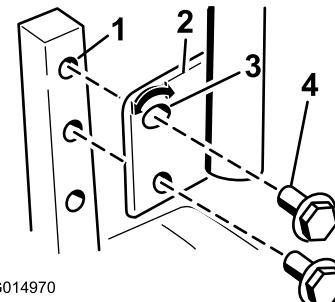

Figure 24
- Retirez les 2 boulons qui fixent le levier de commande à l'arbre du bras de commande (Figure 24).
- Placez le levier de commande dans les trous suivants. Fixez le levier avec les 2 boulons (Figure 24).
- Desserrez le boulon inférieur jusqu'à ce qu'il soit possible de faire pivoter le levier de commande en avant ou en arrière (Figure 24). Resserrez les deux boulons pour fixer la commande à sa nouvelle position.